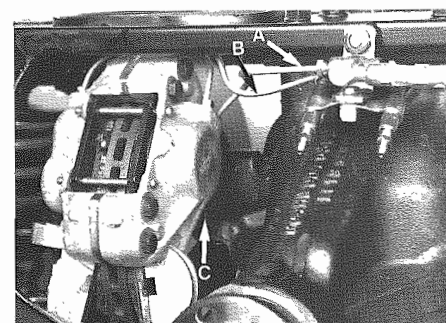

Fig. 16 - A - Tubo mandata olio
- Staccare le tubazioni olio A e B (**Fig. 16**).
- Aprire i fermi C ed allentare le viti di fissaggio pinza (**Fig. 16**).
- Disconnect oil lines A and B (**Fig. 16**).
- Open retainers C and loosen caliper fixing screws (**Fig. 16**).